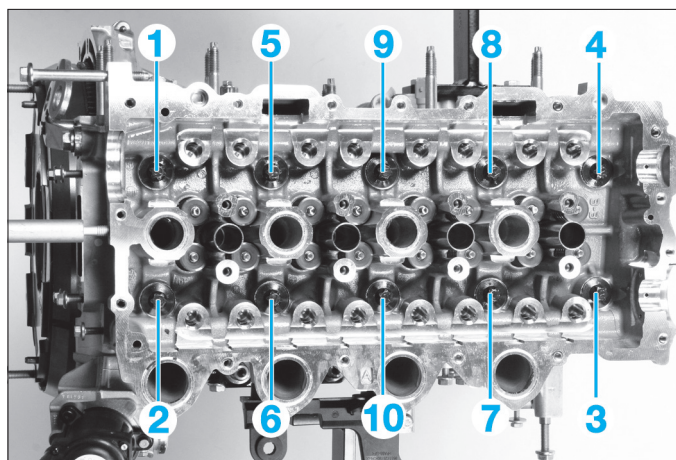

FIG. 75
- les vis de fixation de la culasse en respectant l'ordre indiqué (Fig.75),